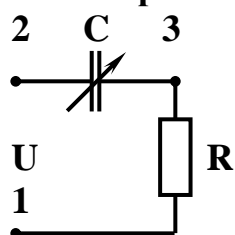

Рисунок 1. Емкостный преобразователь в составе дифференцирующей цепи
1. Собираем электрическую схему цепи (рисунок 1) и предъявляем ее для проверки преподавателю.